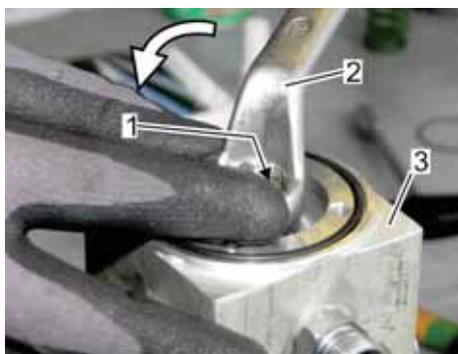

Abb. 37: Ventilsitz herausdrehen
- 16. Den Ventilsitz (Abb. 37/1) mit einem Ringschlüssel SW 19 (Abb. 37/2) aus dem Gehäuse (Abb. 37/3) herausdrehen und beiseitelegen.